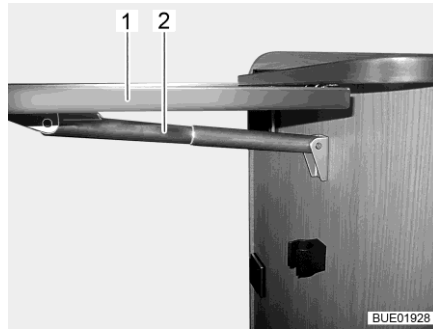

Fig. 50 Tavolo ribaltabile su bancone
- Afferrare in basso il tavolo ribaltabile su bancone (Fig. 50,1) e tirandolo leggermente estrarlo dall'incastro.
- Orientare il piano del tavolo verso l'alto, fino all'aggancio dell'elemento di fissaggio del supporto telescopico (Fig. 50,2). Rilasciare il piano del tavolo.